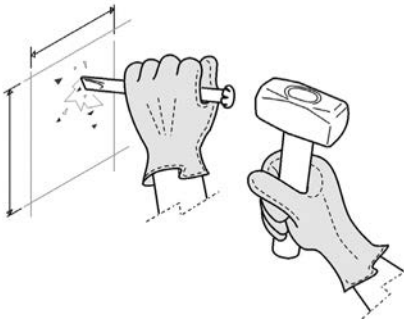

Fig. 1
- Creare nel muro lo spazio necessario per l'alloggiamento del miscelatore monocomando completo con la protezione in plastica. (Fig.1)
- Create a space in the wall for the single lever mixer and its plastic protective casing. (Fig.1)
- In der Wand einen zur Aufnahme des Einbaukörpers mit seiner Plastik-Schutzhülle geeigneten Raum schaffen (Abb.1).
- Créer l'espace nécessaire dans le mur pour le logement du mitigeur monocommande et de sa protection en plastique. (Fig.1)
- Deje el espacio suficiente en la pared para instalar el mezclador monomando completo, con su protección de plástico. (Fig.1)
- Подготовить в стене нишу необходимого размера, для установки смесителя в защитной пластиковой оболочке. (Рис.1)